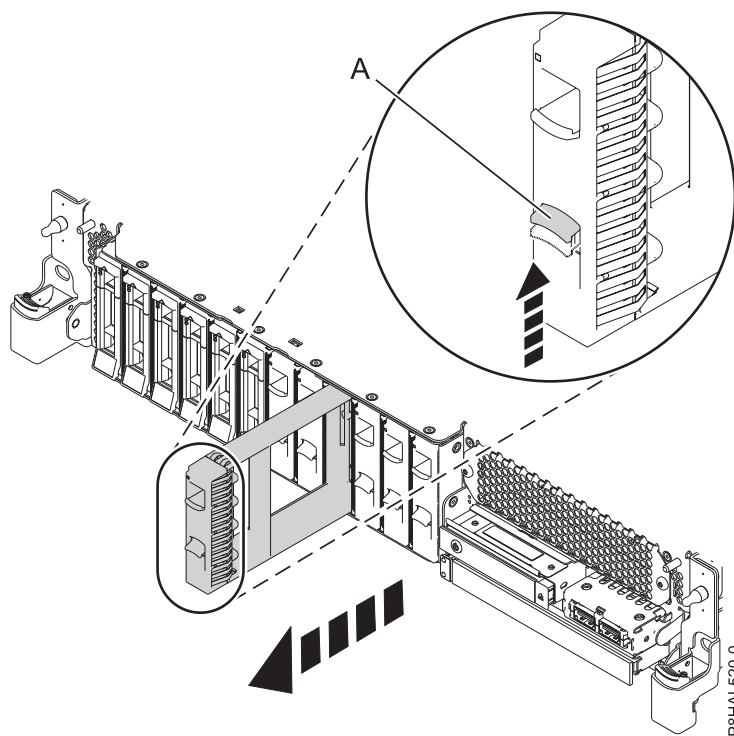

Figura 22. Extracció d'un panell de reblliment d'una unitat de disc d'un sistema de funció bàsica
- a. Empenyeu la peça de bloqueig (A) de la nansa del panell de reblliment en la direcció que es mostra a la Figura 22.